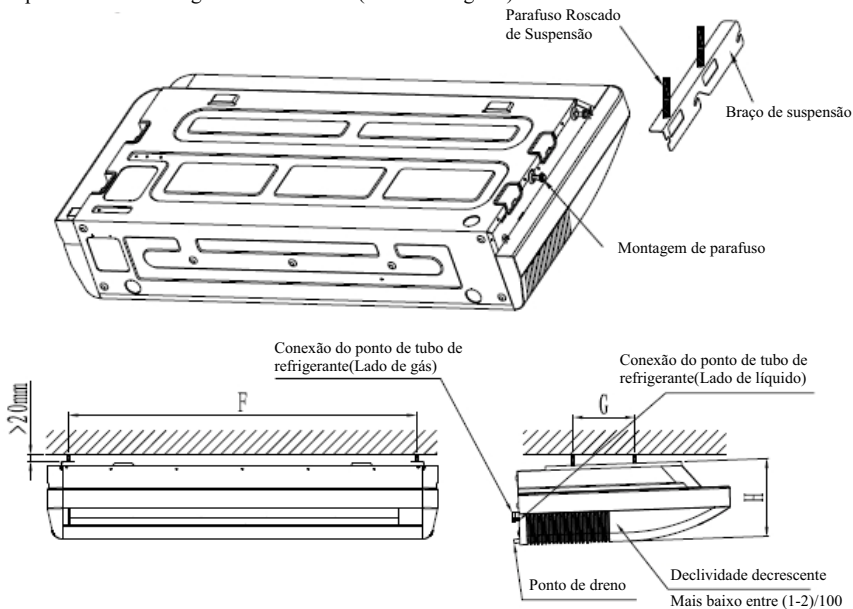

Fig.17
■ Suspenda a unidade no braço de suspensão por slide para trás. Aperte seguramente os parafusos de montagem nos ambos lados(Consulte Fig 17.).